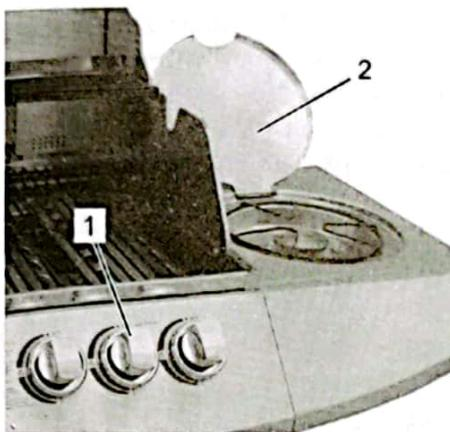

Abb. 14
1. Öffnen Sie den Deckel (Abb. 14/2) des Seitenbrenners.
2. Drücken Sie fest auf den Bedienknopf (Abb. 14/1) und drehen Sie den Bedienknopf nach links auf die Brennerstellung „HI“ (Symbol großen Flamme). Sie hören den Zündfunken einmal kurz klicken.
3. Halten Sie den Bedienknopf (Abb. 14/1) nach dem Klicken weitere zwei Sekunden gedrückt, um den Brenner zünden zu lassen.